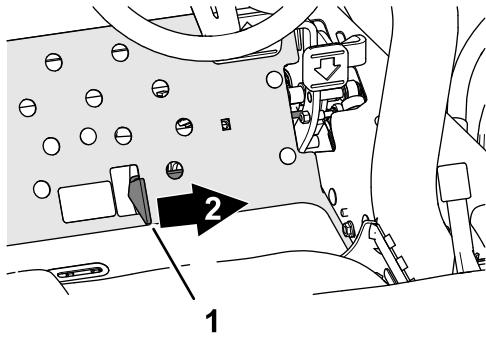

Figura 37
- Ponga el interruptor de la transmisión de las unidades de corte en LA POSICIÓN DE ENGRANADO (Figura 37).
4. Empuje la palanca bajar/segar/elevar hacia adelante (Figura 37) para bajar y poner en marcha las unidades de corte (las unidades de corte delanteras están sincronizadas para que bajen antes de las unidades de corte traseras).